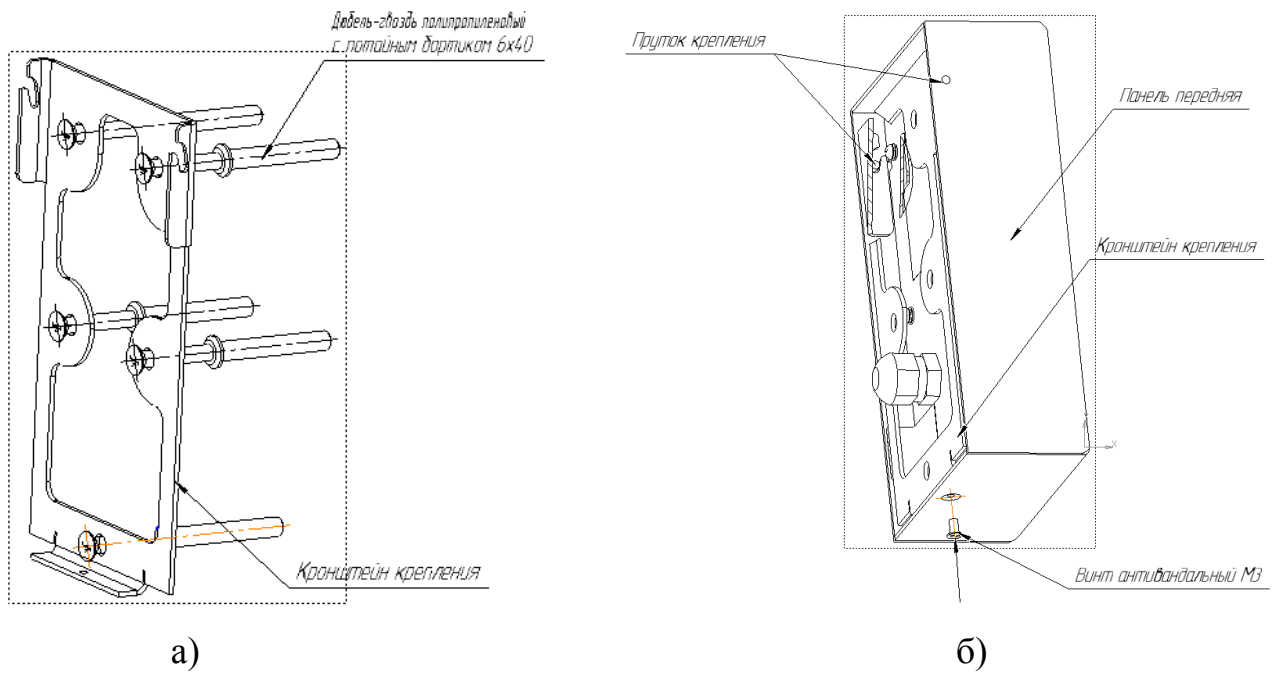

Рисунок 4
- осуществить монтаж кронштейна крепления на стену (рисунок 4 а));
- закрутить антивандальный винт до упора, обеспечив тем самым надежную фиксацию изделия на кронштейне крепления (рисунок 4 б)).
- выкрутить антивандальный винт на корпусе изделия (рисунок 4 б));
- отсоединить изделие от кронштейна крепления, из состава изделия (рисунок 4а));